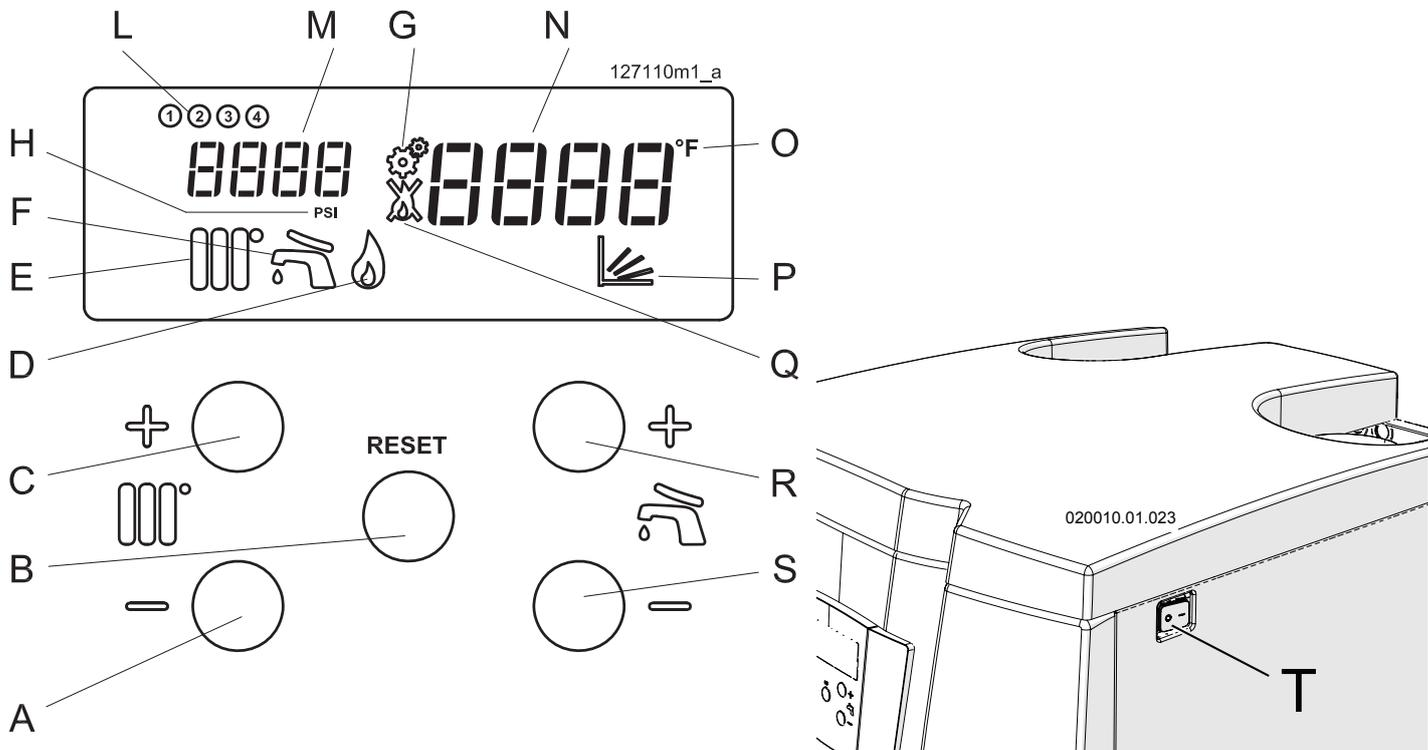

Figure 17-1 - Tableau de commande
- 2.- alimenter électriquement l'appareil et positionner sur ON l'interrupteur général (pièce "T" de la figure 17-1) ;
- 7.- placer l'interrupteur général sur ON (pièce "T" de la figure 17-1) et faire une demande de chauffage en pressant la touche  jusqu'à la valeur maximale, vérifier que le thermostat d'ambiance soit en appel et que l'installation se trouve dans les conditions de dissiper le chaleur produite ;
1. Allumer l'appareil en mettant sur ON l'interrupteur général (pièces "T" de la figure 17-1) et faire démarrer une demande de chauffage en portant au maximum la valeur de la température requise à l'aide de la touche , en s'assurant que le système est en mesure de dissiper toute la chaleur produite.
LÉGENDE FIGURE 17-1
Si la pression à l'intérieur du circuit descend à une valeur inférieure à la pression minimale, l'appareil s'éteint automatiquement et le cadran "N" de la figure 17-1 affiche
- 1.- Agir sur l'interrupteur "T" de la figure 17-1 pour couper la tension électrique ;
Pour régler la température agir sur les touches  ou  (voir la figure 17-1). Quand les touches sont pressées, l'écran, pièce "N" de la figure 17-1, affiche la température requise. Le champ de réglage de la température du sanitaire instantané va de 20°C à 80°C.
touches  et  (voir la figure 17-1). Quand les touches sont pressées, l'écran, pièce "N" de la figure 17-1, affiche la température d'E.C.S. requise. Le champ de réglage de la température du sanitaire instantané va de 40°C à 60°C.
à travers les touches  ou  (voir la figure 17-1). Le thermostat d'ambiance allume les pompes de circulation en vue de satisfaire les demandes de chauffage.